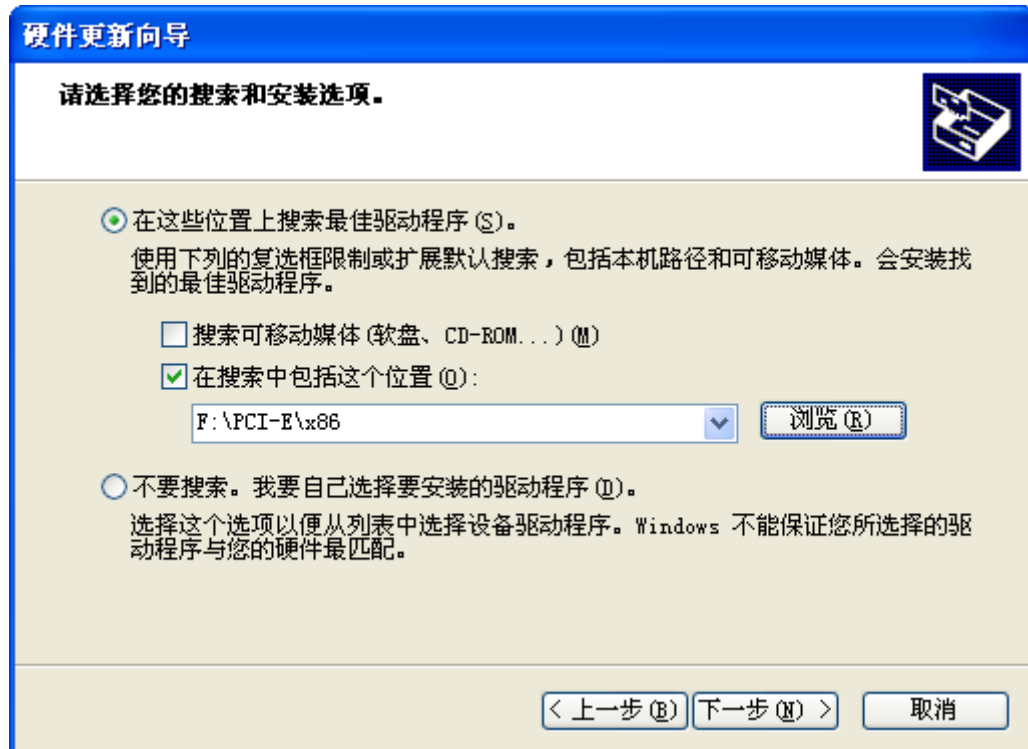

图 3.2 指定位置搜索
2. 如下图 3.2 所示，标记“在搜索中包括这个位置”，然后点击“浏览”按钮。在弹出的文件夹浏览对话框中指定驱动程序安装文件的位置。单击“下一步”继续。